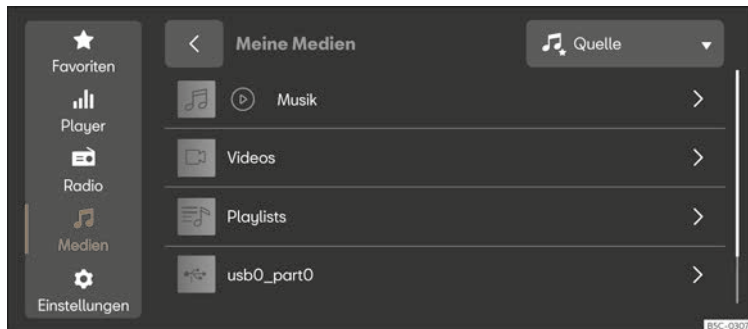

Abb. 186 Schematische Darstellung: Ansicht Medien.
- Drücken Sie **MENÜ** > > > > > (Abb. 186).